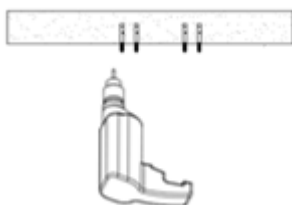

Рисунок 5
4. Выберите место установки обогревателя на ровной поверхности стены или потолка с соблюдением расстояний, указанным в п.4.1. Произведите необходимую разметку и просверлите отверстия. Закрепите настенный кронштейн при помощи четырех анкерных болтов (Рис.5). Убедитесь, что кронштейн прочно закреплен.